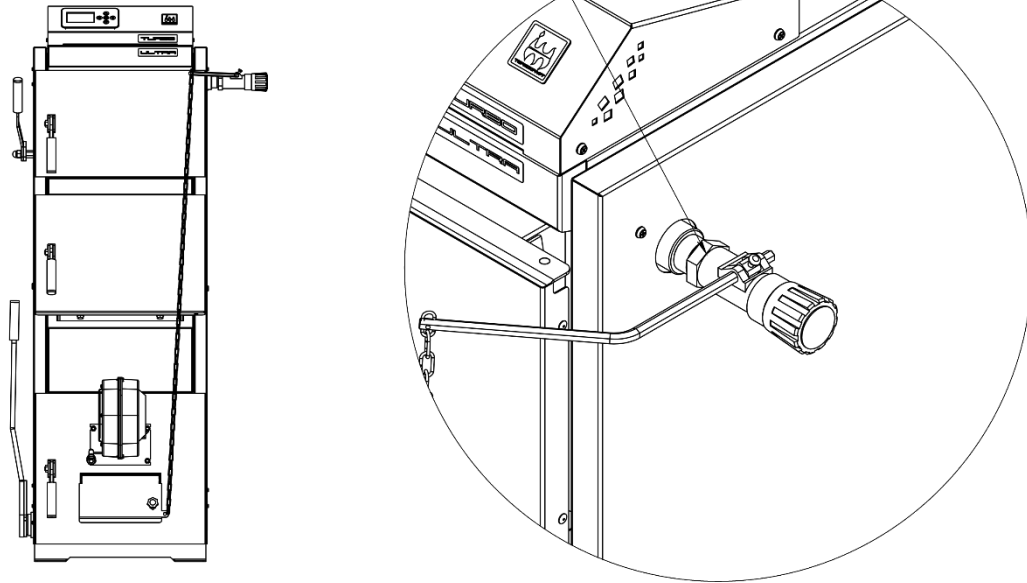

Рис. 13 Установка регулятора тяги
2. Выньте транспортировочную пластмассовую трубку и вместо нее вставьте шестигранный рычаг передней стороной, в которой нет отверстия и зафиксируйте рычаг затянув винт. Вставьте большой крючок цепочки в отверстие рычага. Регулятор тяги при этом должен быть установлен зажимным винтом вверх (рис. 13).